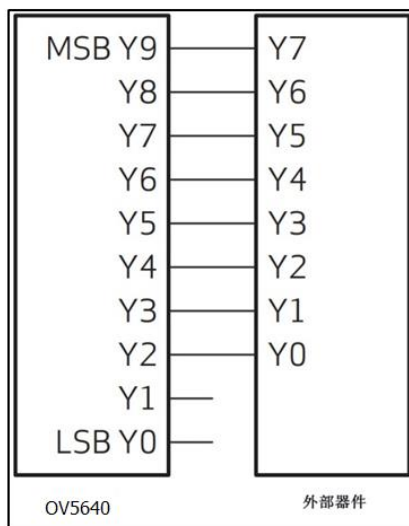

图 54-4 8 位数据线接法
(4) 数据输出信号
标号④处包含了 DSP 处理单元，它会根据控制寄存器的配置做一些基本的图像处理运算。这部分还包含了图像格式转换单元及压缩单元，转换出的数据最终通过 Y0-Y9 引脚输出，一般来说我们使用 8 根数据线来传输，这时仅使用 Y2-Y9 引脚，OV5640 与外部器件的连接方式见图 54-4。